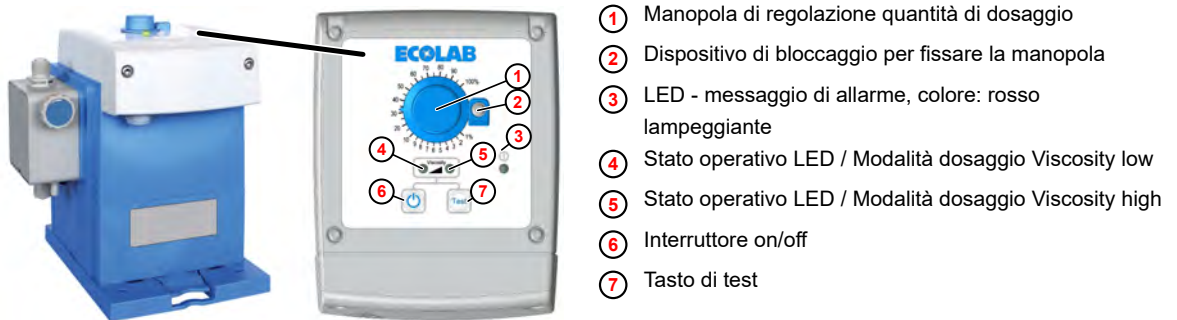

Fig. 15: Pannello di controllo EcoPro
- 1.** ➤ La pompa viene accesa o spenta tramite il tasto On/Off  (Fig. 15 , **6**).
*A seconda della modalità di dosaggio selezionata, il LED sinistro (Fig. 15 , **4** , Viscosity low) o il LED destro (Fig. 15 , **5** , Viscosity high) si accende o lampeggia. In «Stand-By» il LED corrispondente si accende in verde, appena la pompa dosa lampeggia in giallo.*